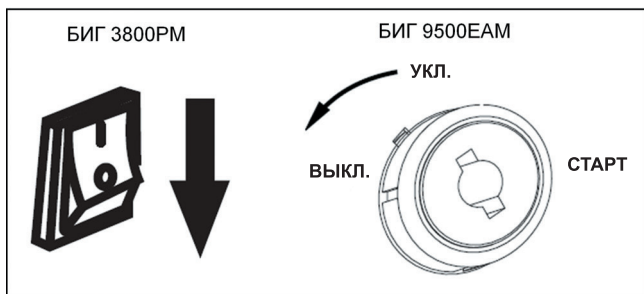

Рис. 16
1. Перавядзіце выключальнік запальвання ў становішча «Выкл» (рис. 16).